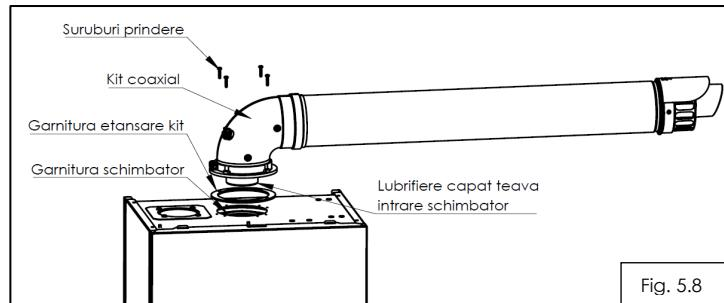

Fig. 5.8
Pentru instalarea facilă a kitului este necesar lubrificarea capătului cotului (4) la partea de intrare în centrală, utilizati numai apă sau sapun comercial standard. Lubrificarea este necesara pentru a nu deplasa garnitura de evacuare de pe schimbatorul principal de căldură (fig. 5.8).